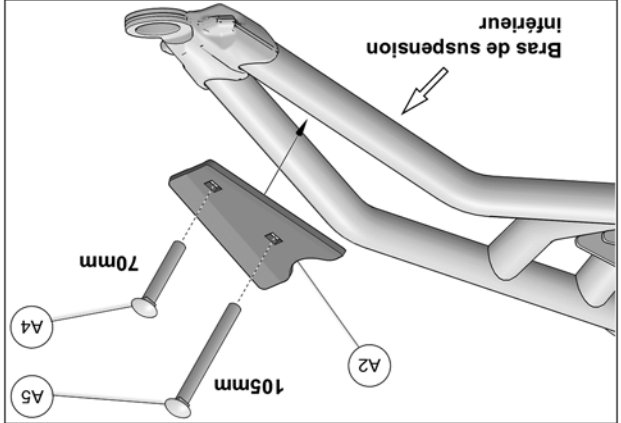
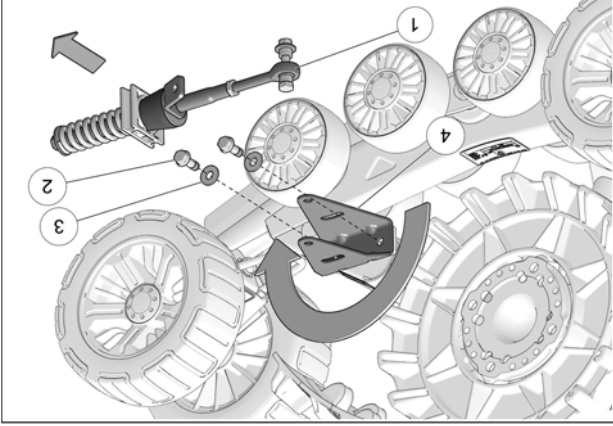

Fig. 18
Fig. 13
9. Positionner le couvert de l'ancrage anti-rotation sur le bras de suspension inférieur tel que montré à la Fig. 13. Insérer les boulons de carrosserie dans les trous carrés présents dans le couvert; le boulon M10x70mm (A4) à l'avant et le boulon M10x105mm (A5) à l'arrière. Voir la Fig. 18
5. Retirer les bras stabilisateurs (1). Retirer ensuite les boulons (2) et rondelles (3) qui fixent les ancrages anti-rotation (4) aux systèmes avant. Pivoter les ancrages anti-rotation (4) de 180°. Voir la Fig. 13